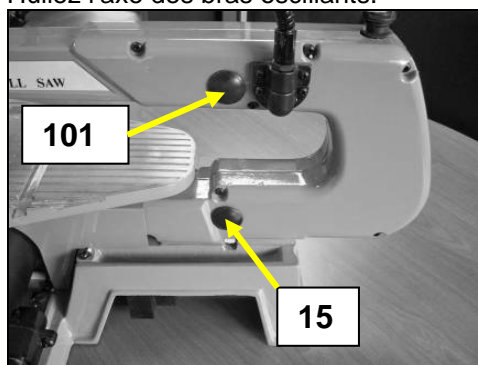

Fig 37
- Otez les 2 capuchons caoutchouc (15 et 101) (Voir Fig 37).